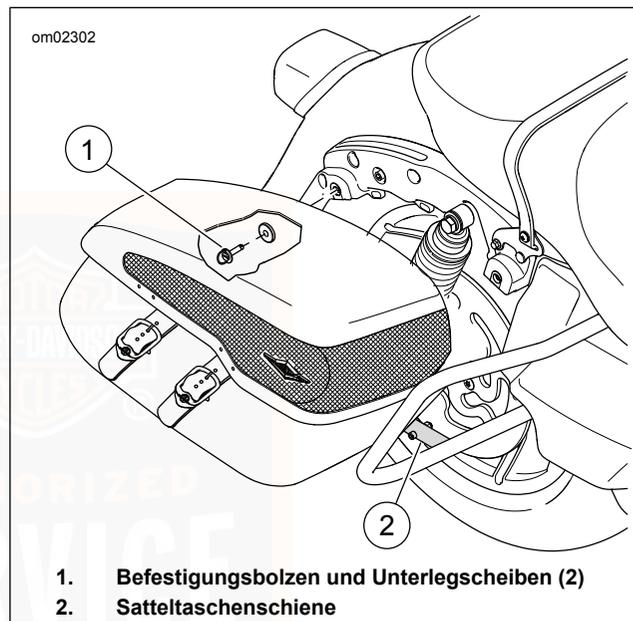

Abbildung 40. Ausbau/Einbau der Satteltasche: FLHRC
2. Siehe Abbildung 40. Die Befestigungsbolzen eine Vierteldrehung gegen den Uhrzeigersinn drehen, um die Satteltasche von der Befestigungshalterung zu lösen.